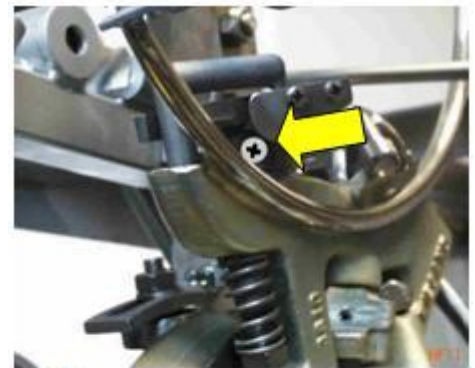

Abb. HF11
3. Drehen Sie die Mittelwelle mittels Handrad so weit, bis die Kreuzschlitz-Schraube zur Befestigung des Messers von der Rückwandöffnung aus sichtbar ist (Abb. HF11).